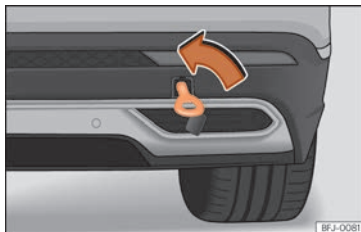

Fig. 48 Du côté droit du pare-chocs arrière : œillet de remorquage vissé
- Vissez l'œillet de remorquage dans le logement en le faisant tourner au maximum **dans le sens inverse des aiguilles d'une montre** » fig. 48 » ❶. Utilisez un objet approprié pour visser fermement et entièrement l'œillet de remorquage dans son logement.